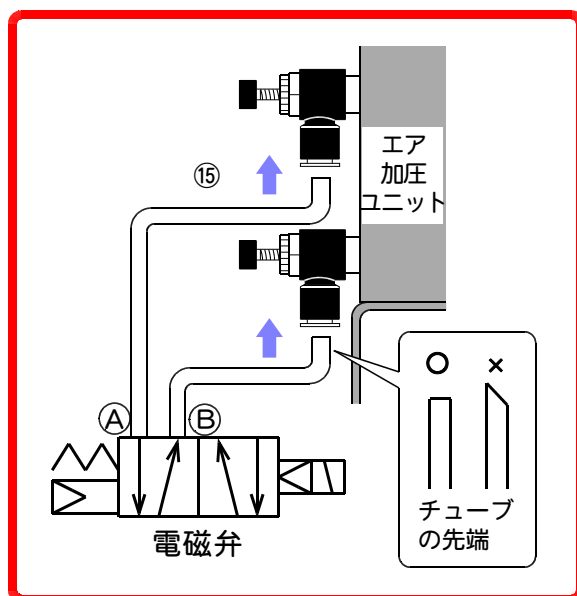

図 7-6
⑮図 7-6を参考に、チューブをスピードコントローラにつなぎます。
チューブは、図 7-6のように直角に切断してください。切り口が斜めになった場合は、切断し直してください。